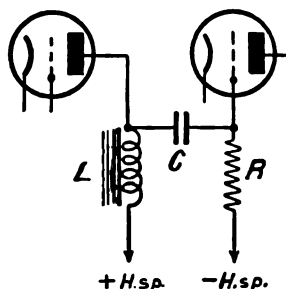

Fig. 56. Koppeling door de inductantie L met ijzeren kern.
W. — Natuurlijk! Vaak gebruikt men in laagfrequent-versterkers een inductieve koppeling (fig. 56). In dat geval bestaat de inductieve reactantie L uit een spoel met ijzeren kern.